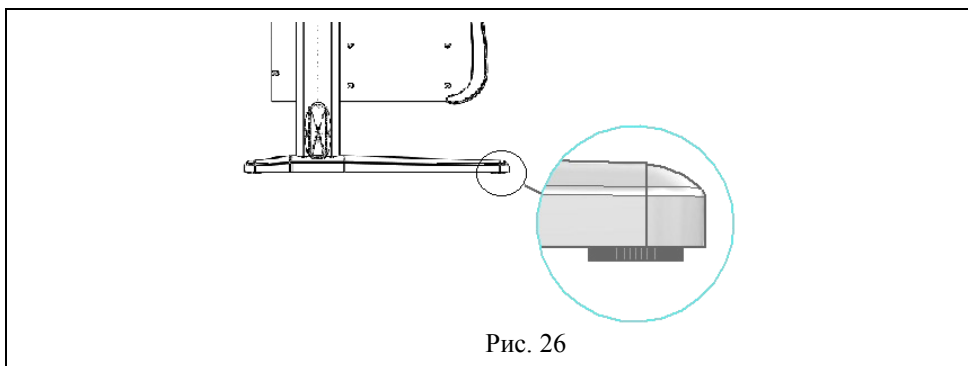

Рис. 26
6.1 Стол следует устанавливать на ровную горизонтальную поверхность, обеспечивающую опору всех ножек, при необходимости отрегулировать стол ножками (см. рис. 26) до горизонтального положения столешницы.